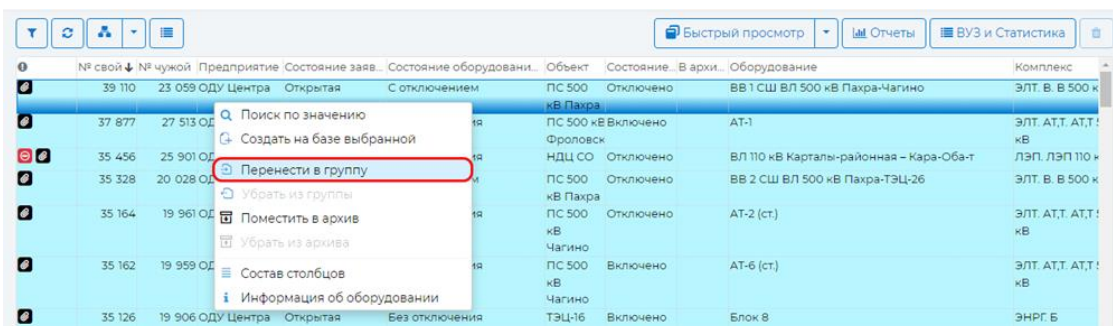

Рисунок 9.19 – Выбор пункта «Перенести в группу»
- 2) в контекстном меню из раскрывающегося списка выбрать пункт «Перенести в группу» (Рисунок 9.19);